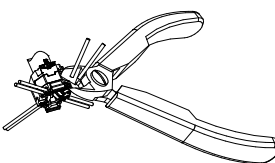

Fig 7
7. Using a **flush cutter**, trim all pairs flush with sides of wire manager. **Note: Wire ends must be cut flush.** (See Fig. 7). **Use of snips or side cutter is not recommended and may cause test failures.**
7. Au moyen de la pince à coupe droite, sectionner toutes les paires à l'égalité des parois latérales du gestionnaire. Remarque : les extrémités doivent être affleurantes (figure 7). L'usage de pinces à coupe diagonale n'est pas recommandé, et pourrait engendrer des échecs au moment des tests.
7. Usando un **cortador al ras**, recorte todos los pares al ras de los lados de guiador de cable. **Nota:** Las puntas de los conductores se deben cortar al ras (Ver Fig. 7). **No se recomienda usar tijeras o cuchillas pueden causar fallas en las pruebas.**